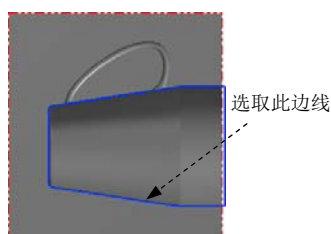

图 21.37 选取切削范围边线
(2) 在 **Containment boundary** 区域中单击 按钮，系统弹出“串连选项”对话框。在图形区中选取图 21.37 所示的边线，单击 按钮，系统返回至“刀具路径的曲面选取”对话框。